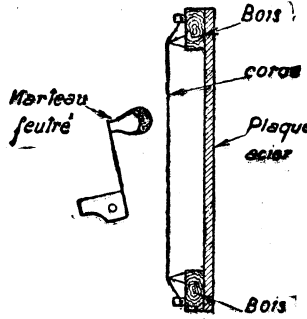

Fig. 2. — Corde frappée. Dans le piano, la plaque d'acier supporte directement les chevalets et les cordes.
b) Corde frappée. — Un marteau feutré excite la corde par choc (fig. 2).